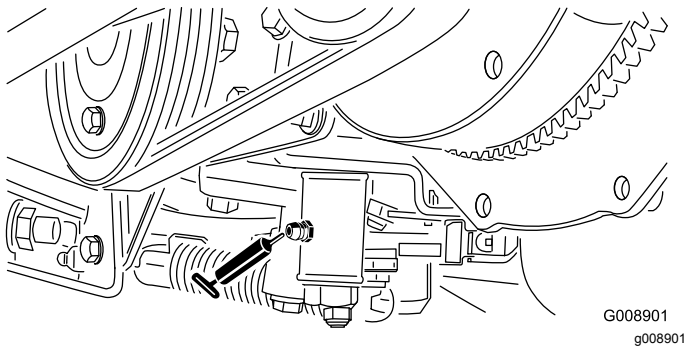

Bild 38
- Neutraleinstellungsmechanismus (Bild 38)